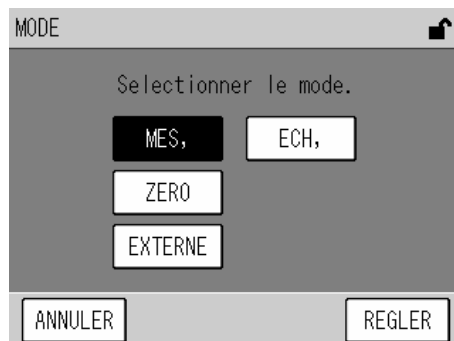

Fig. 14 Ecran MODE
- [CAL.]: L'écran CAL (Etalonnage) (Fig. 14 page 11) apparaît.